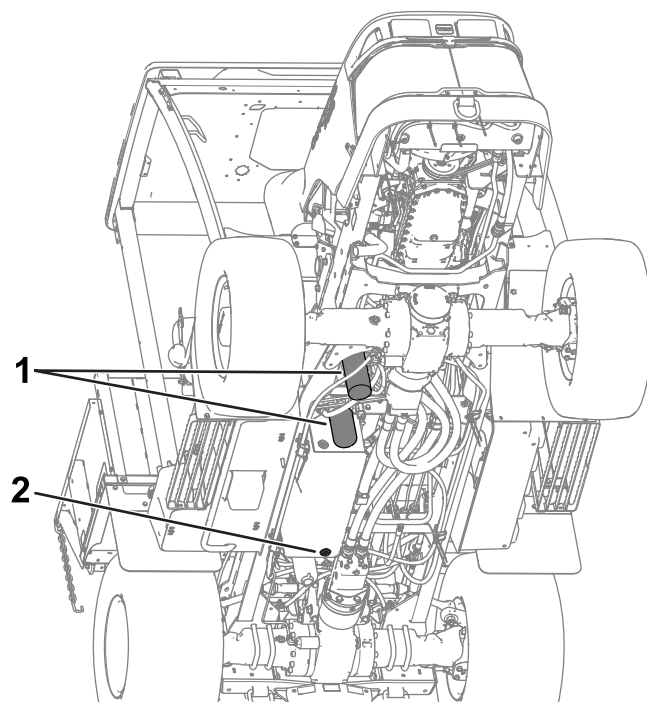

図 116
5. 油圧オイルタンク底面にあるドレンプラグを取り外して流れ出すオイルを大きな容器で受ける 図 116。
8. フィルタの下に廃油受けを置いてフィルタを外す 図 116。